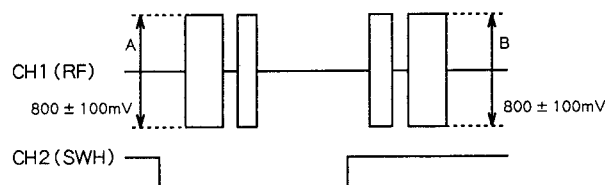

Fig. 5-9
- 3). Adjust trimmer resistor R121 so that levels A and B of the output waveform (1.57 MHz) are 800 ± 100 mV, as shown in Fig. 5-9. At this time, if the difference in output level between A and B is too great for both of them to fall within the standard range, match the higher to the standard value.
- 3). 図5-9のように、出力波形 (1.57MHz) A, Bのレベルが 800 ± 100 mVになるように半固定抵抗 R121を調整する。このとき、AとBの出力差が大きく規格値に入らない場合は、大きい方のレベルを規格値に合わせるように調整する。